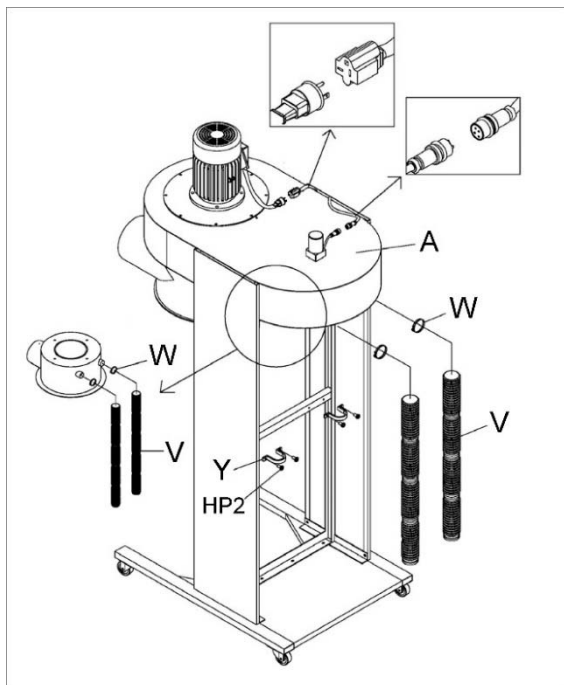

Figure 11
18. Montez les tuyaux (V, Figure 11) aux deux ports sur le boîtier (A) et fixez avec des colliers de serrage (W).
19. Positionnez les tuyaux (V) dans les supports à tuyaux (Y), puis fixez les supports au cadre avec des vis à tête cylindrique bombée (HP2).
20. Connectez le câble du moteur principal et le câble de réduction du moteur, tel qu'illustré dans l'encadré de la Figure 11.